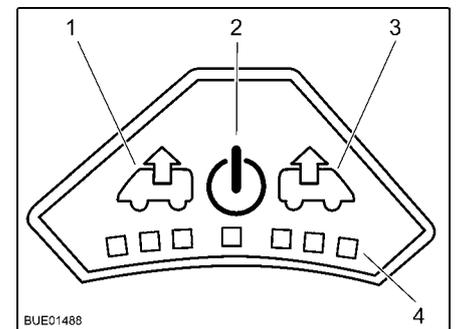

Fig. 129 Panneau de commande du ventilateur
- Appuyer sur la touche Marche/Arrêt (Fig. 129,2). Le ventilateur fonction en mode confort (aération à faible vitesse de rotation).
- Pour augmenter la vitesse de rotation du ventilateur, appuyer sur la touche Ventiler (Fig. 129,1). La vitesse de rotation du ventilateur augmente d'un niveau de puissance dans le sens de l'échappement. Les DEL (Fig. 129,4) montrent les niveaux de puissance.
- Pour réduire la vitesse de rotation du ventilateur, appuyer sur la touche Aérer (Fig. 129,3). La vitesse de rotation du ventilateur diminue d'un niveau de puissance.
- Pour augmenter la vitesse de rotation du ventilateur, appuyer sur la touche Aérer (Fig. 129,3). La vitesse de rotation du ventilateur augmente d'un niveau de puissance dans le sens de l'aération. Les DEL (Fig. 129,4) montrent les niveaux de puissance.
- Pour réduire la vitesse de rotation du ventilateur, appuyer sur la touche Ventiler (Fig. 129,1). La vitesse de rotation du ventilateur diminue d'un niveau de puissance.
- Appuyer sur la touche Marche/Arrêt (Fig. 129,2). Le ventilateur s'arrête, les DEL s'éteignent.